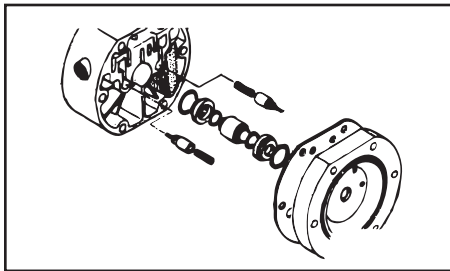

Figure 27-1
- Sortez le poussoir-pilote du distributeur et de siège de soupape (voir figure 27-1).
- Ensemble du pilote du distributeur. (voir figures 27-1,27-2)